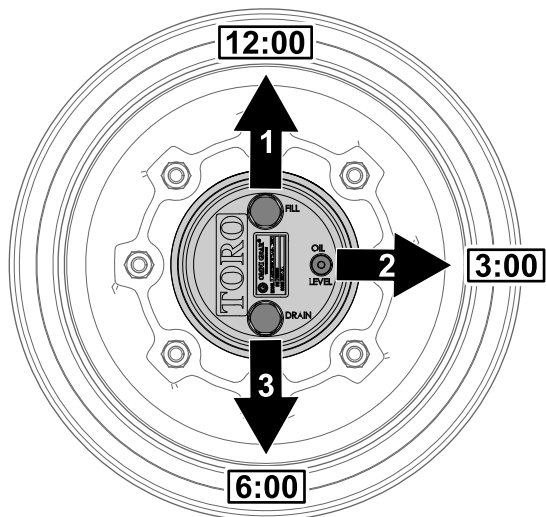

図 58
1. 水平な床面で、補給プラグが時計の 12 時の位置、点検プラグが 3 時、ドレンプラグが 6 時の位置を指すように駐車する 図 58。
2. 3 時の位置にある点検プラグを外す 図 58。
1. 水平な床面で、補給プラグが時計の 12 時の位置、点検プラグが 3 時、ドレンプラグが 6 時の位置を指すように駐車する 図 58 プラネタリギアオイルの点検 (ページ 51)を参照。